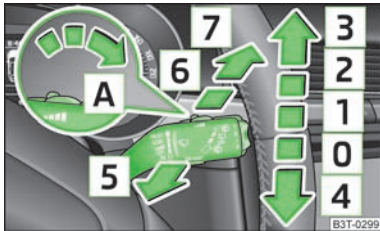

Fig. 49
- Si c'est le balayage lent [2] » fig. 49 ou rapide [3] qui est activé et si la vitesse du véhicule descend en dessous de 4 km/h, le système passe automatiquement sur la vitesse de balayage inférieure. Il repasse sur le balayage précédent lorsque le véhicule recommence à rouler à plus de 8 km/h.
- Si vous ne voulez essayer que brièvement le pare-brise, poussez la manette dans la position auto-rabattue [4] » fig. 49. L'essuie-glace balaie plus rapidement si vous maintenez la manette plus d'1 seconde dans sa position inférieure.
Si la manette de l'essuie-glace se trouve en position  » fig. 49 ou , l'essuie-glace arrière effectue un essuyage toutes les 30 secondes ou toutes les 10 secondes quand le véhicule roule à une vitesse supérieure à 5 km/h.
- Poussez la manette de commande sur la position  » fig. 49 cinq fois de suite dans un laps de 5 secondes.
Les phares sont nettoyés après la première et toutes les cinq aspersion du pare-brise à condition que les feux de croisement ou les feux de route soient allumés et que la manette des essuie-glaces soit maintenue une 1 seconde environ sur la position  » fig. 49.
- Poussez ensuite dans les 10 secondes qui suivent la manette des essuie-glace sur la position **4** » fig. 49 – les balais viennent se placer sur la position d'entretien.